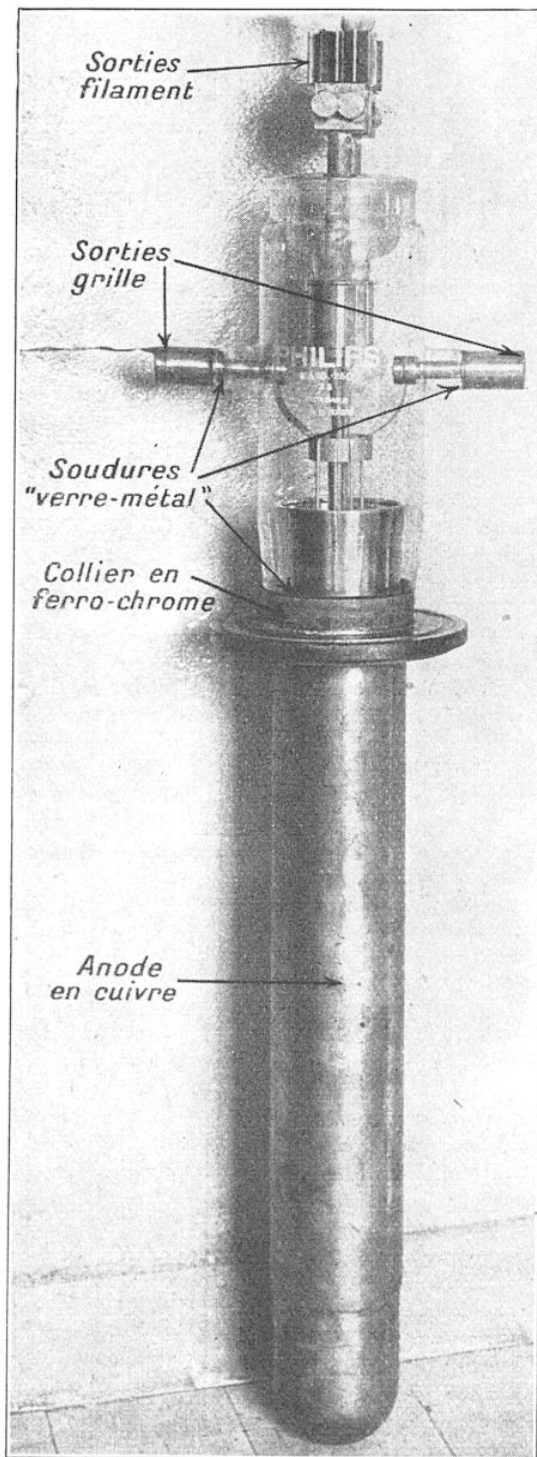

FIG. 5. — VUE D'UN MODÈLE RÉCENT DE LAMPE D'ÉMISSION A GRANDE PUISSANCE, DONT LA PUISSANCE D'ALIMENTATION A ATTEINT 460 KW AUX ESSAIS QU'ELLE A SUBIS
Après les puissances de 10 et 20 kilowatts, les constructeurs ont fait une course au record, en établissant des lampes émettrices de 10 volts, 150 et même 300 kilowatts. Ce dernier modèle (*Telefunken*) atteint la grandeur d'un homme (1 m 70) et la tension-plaque utilisée est de 12.000 volts. Le modèle *Philips*, encore plus récent, dont nous donnons une vue (fig. 5), a atteint 460 kilowatts d'alimentation aux essais (1).